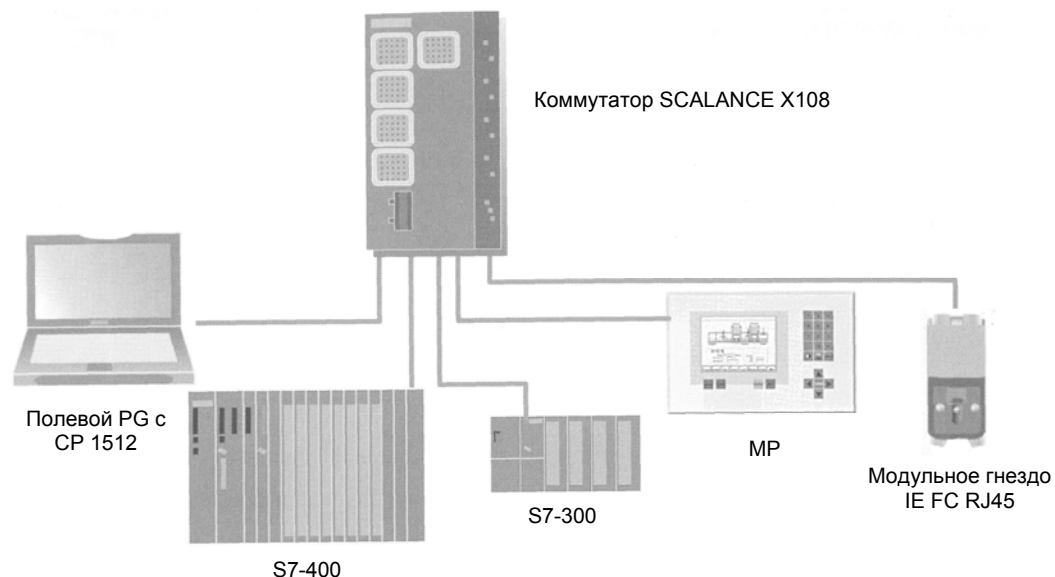

Рис. 7.38 Топология сети типа "звезда" ("star") (на медных кабелях)
Топология сети типа "звезда" ("star") имеет звездообразную организацию отдельных соединений центрального распределительного устройства (коммутатора) с отдельными станциями с применением кабеля типа "витая пара" (TP) или оптоволоконным кабелем (FOC). В такой сети обмен данными всегда происходит через центральный коммутатор (Рис. 7.38).